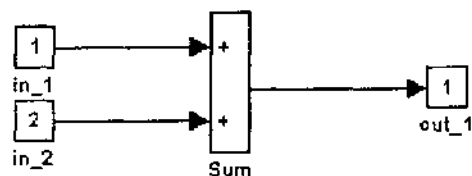

图 6-48
- (1) 从 Connections 库中把 Subsystem 模块拷贝到用户模型窗口中。
- (2) 双击 Subsystem 模块,使之打开。
(3) 在空白的子系统窗口,创建子系统。用 Inport 模块表示从子系统外面输入,用 Output 模块表示子系统的输出。例如,下面框图中的 Sum 模块是子系统中唯一的一个模块,in-1 和 in-2 表示子系统的输入端口,out-1 表示子系统的输出端口(图 6-48)。